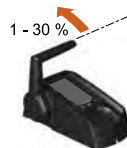

Fig. 31: Rango 1 - 30 %
4. Ponga el acelerador en el rango 1 - 30 %; **consulte "Fig. 31: Rango 1 - 30 %"**.